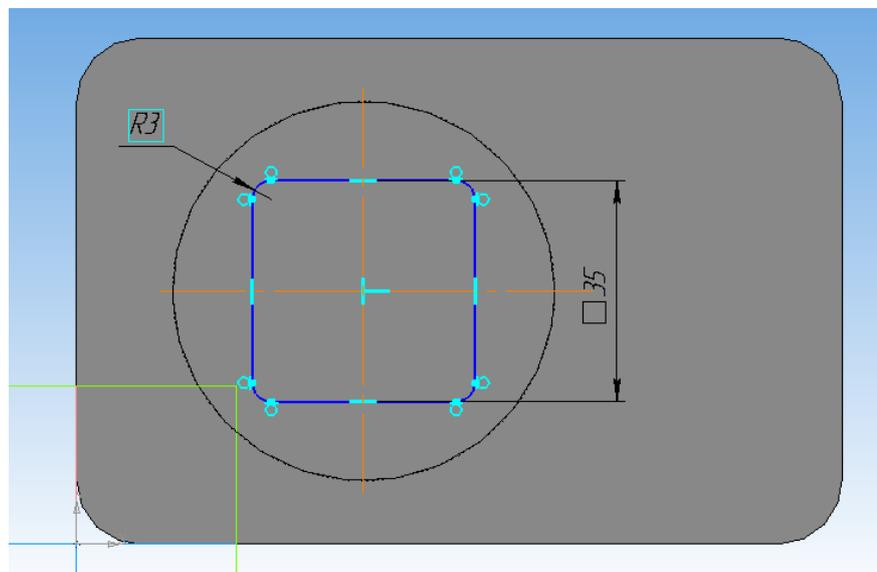

Рисунок 52
12. В строке параметров задать значение высоты и ширины прямоугольника **35 мм**. По углам прямоугольника выполните скругление **R3** (рисунок 52). Выйдите из режима **Эскиз**.